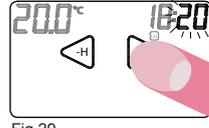

Fig.29
**MINUTI:** premere la zona touch dei **MINUTI** e con i tasti  $\triangleleft$  o  $\triangleright$  impostare i **MINUTI** (Fig.29).